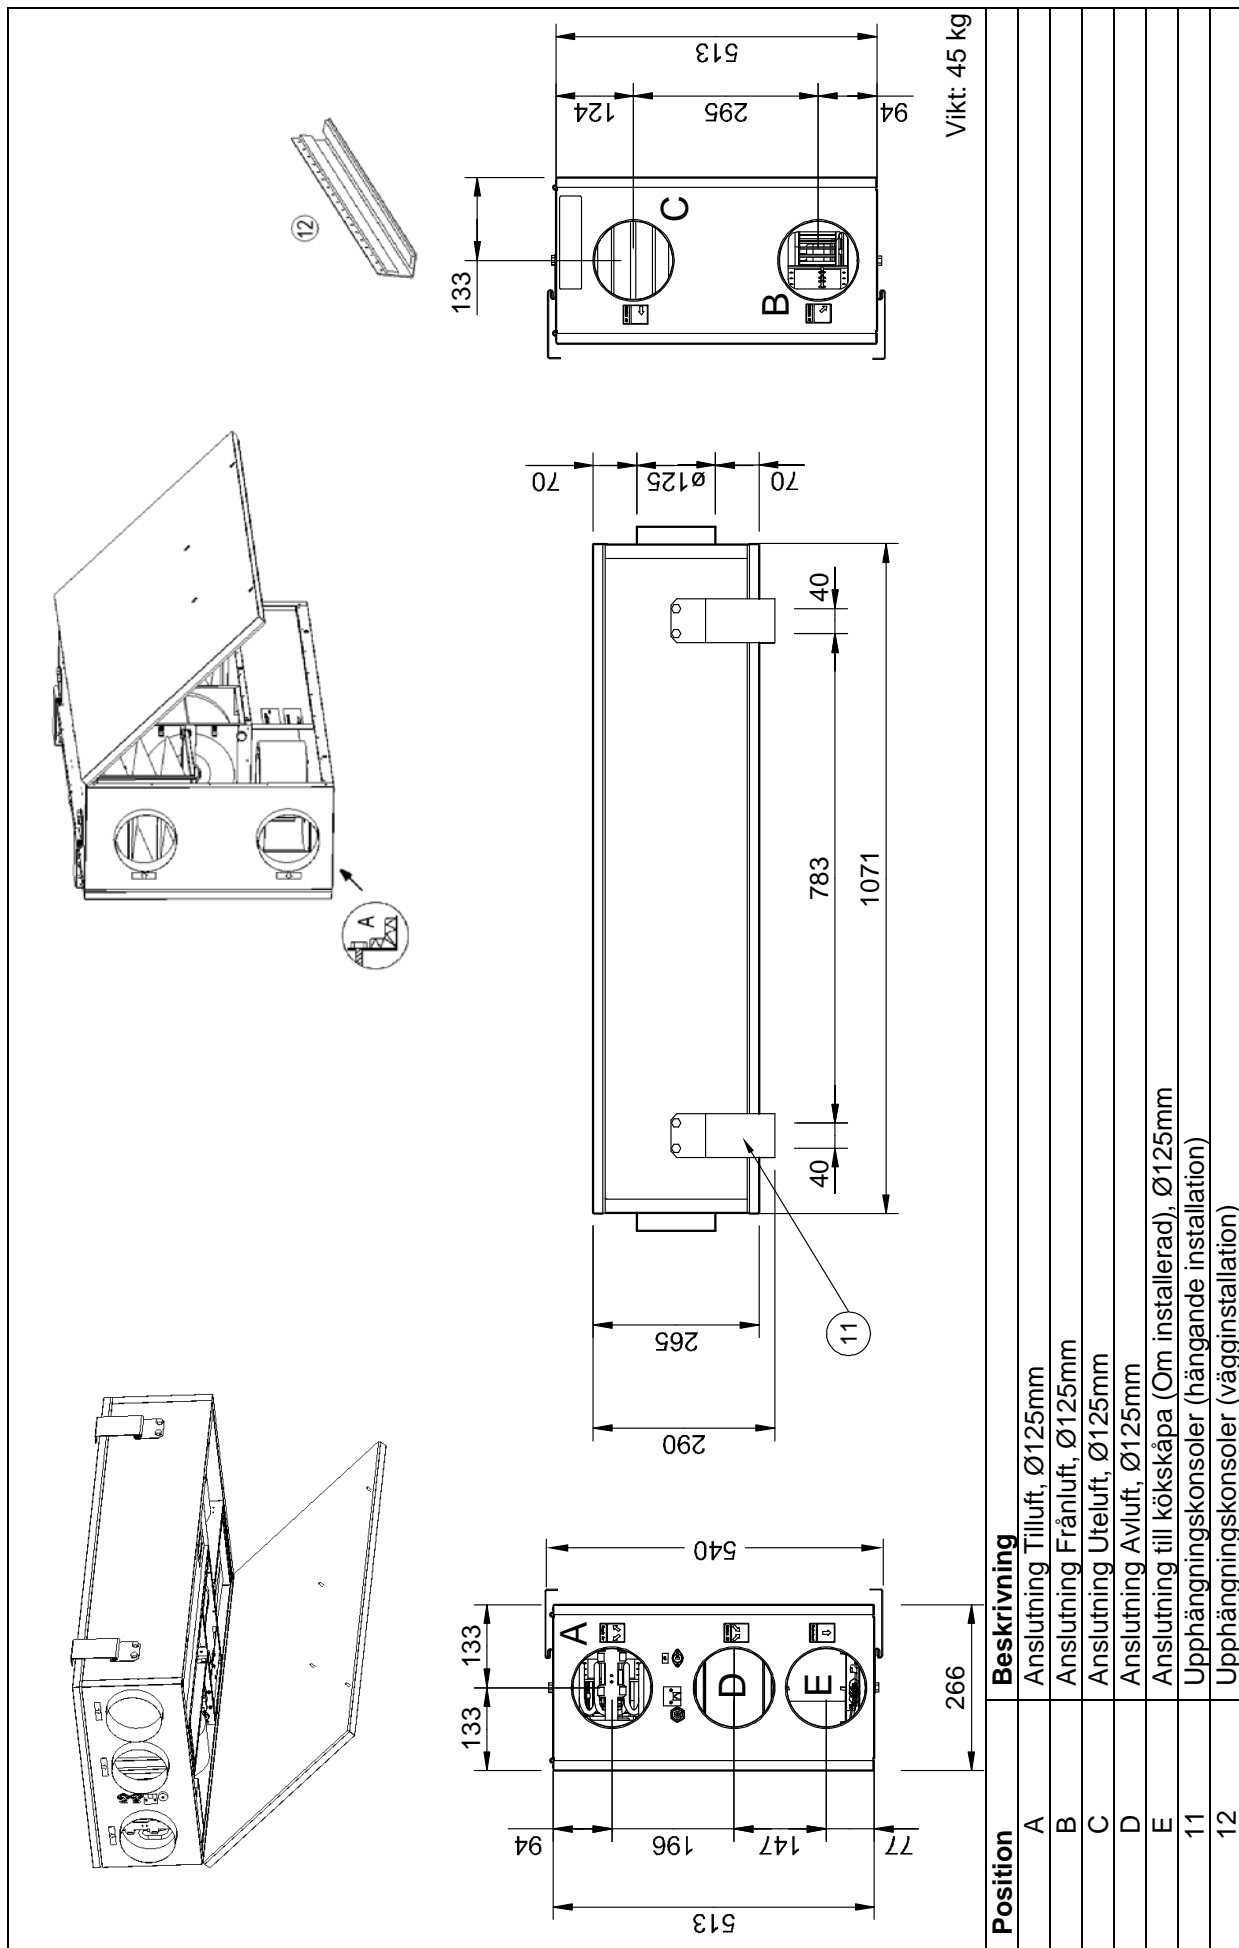

Fig. 1
I VR 250 ECH/B leds matoset direkt till frånluftsfläkten utan att föras genom värmväxlaren. För att uppnå bra värmeåtervinning från grundventilationen bör frånluftsventilen i köket därför vara inkopplad (pos.6, **fig.1**) tillsammans med frånluften från våtutrymmena.